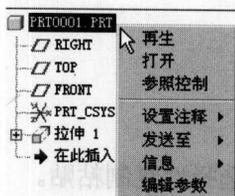

图 1-14
- 右键：选中对象（如工作区、模型树中的对象、模型中的图素等），单击右键，显示相应的快捷菜单，如图 1-14 所示。